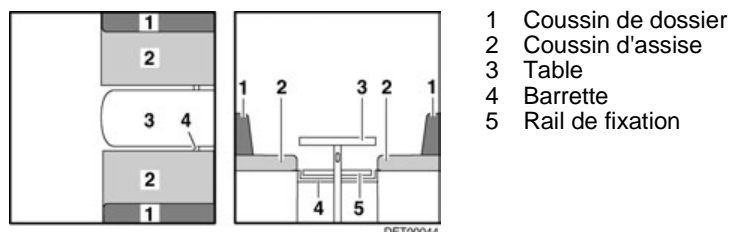

Fig. 108 Avant la transformation
- Convertir la table (Fig. 108,3) en sommier de lit (voir paragraphe 7.7).
- Insérer la barrette (Fig. 108,4) ou tirer vers l'intérieur suivant le modèle. La barrette est positionnée correctement si elle maintient le plateau de table environ 15 - 20 cm derrière le pied de table.